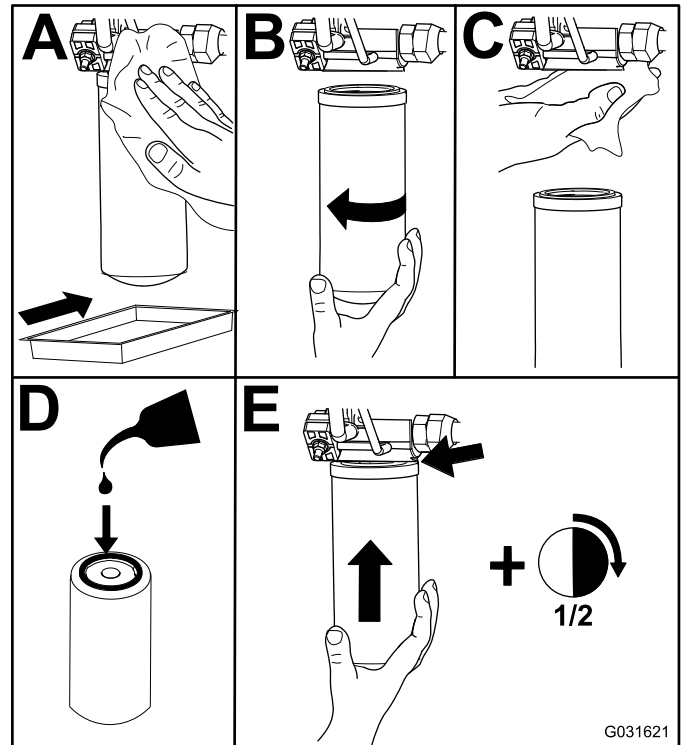

Figure 68
2. Remplacez les deux filtres hydrauliques (Figure 68).